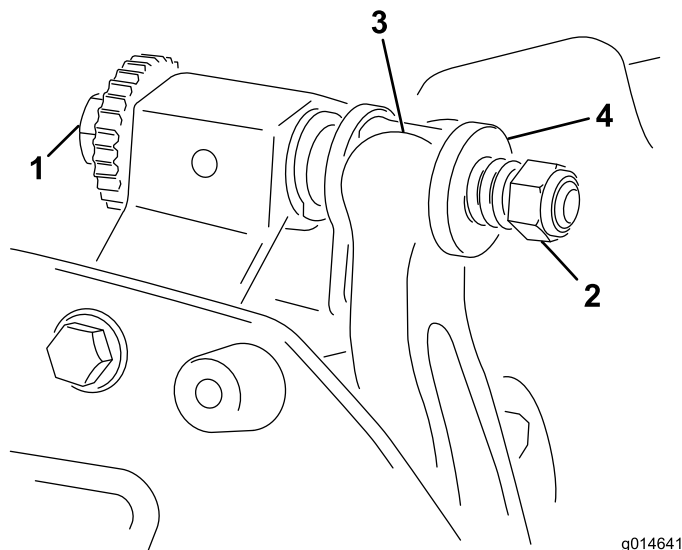

Bild 16
1. Drehen Sie die Einstellschraube des Untermesserträgers nach links, um den Abstand zwischen Untermesser und Spindel zu vergrößern (Bild 16).
2. Drehen Sie die Federspannungsmutter so weit hinaus, bis die Scheibe nicht mehr gegen den Untermesserträger angespannt ist (Bild 16).